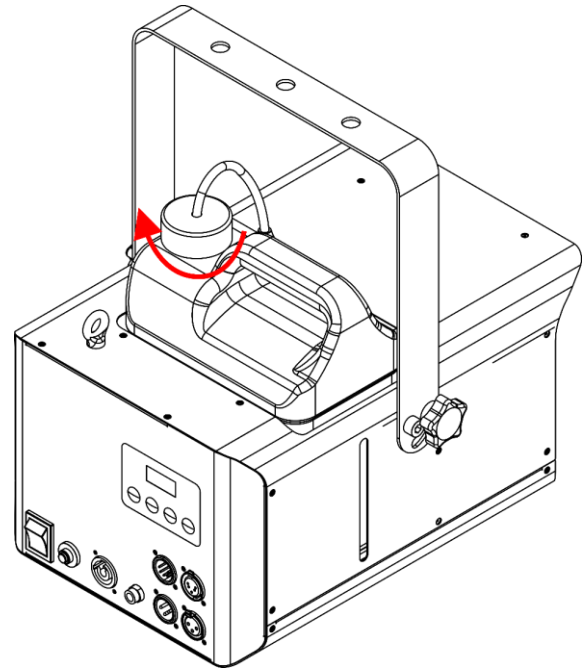

Abb. 19
- 08) Schrauben Sie den Deckel wieder auf den Flüssigkeitstank, wie in Abb. 19 gezeigt.